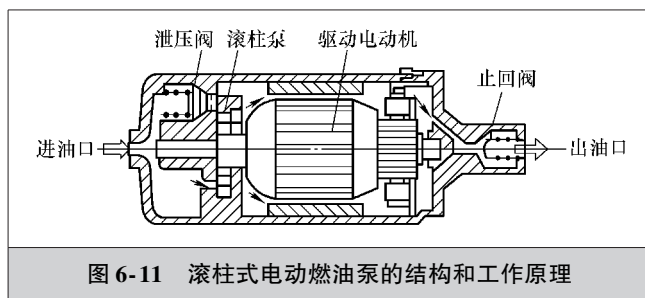

图 6-11 滚柱式电动燃油泵的结构和工作原理
(3) 滚柱式电动燃油泵的结构和工作原理 滚柱式电动燃油泵主要由驱动电动机、滚柱泵、泄压阀、止回阀和阻尼减振器等组成，如图 6-11 所示。